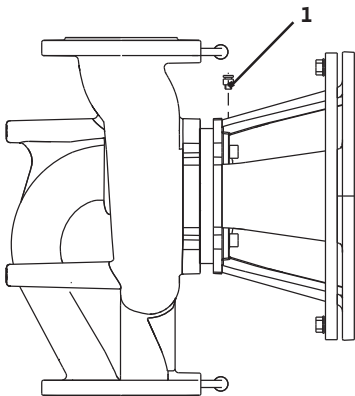

Fig. 41: Valvola di sfiato
- Sfiatare le pompe allentando le valvole di sfiato (fig. 41, pos. 1). Un funzionamento a secco distrugge la tenuta meccanica della pompa. Il trasduttore differenza di pressione non deve essere sfiato (pericolo di distruzione).